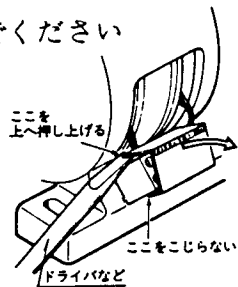

図5
- (5) 入・出力部と機械との連結は、走行線や芯ちがいに注意し、正しく取付けてください。
- (6) 入・出力軸は深みぞ玉軸受で支持していますので十分な耐力がありますが、必要以上の荷重は加えないでください
- (7) 端子台カバーは図5のようにはずしてください。手前側から無理にとると割れることがあります。はめるときは、上から真直ぐに入れると簡単に入ります。
(1) 端子台^⑩のカバーをはずし、ブレーキリード線^⑳を端子台から抜きとる。(カバーは図5のようにはずしてください。)